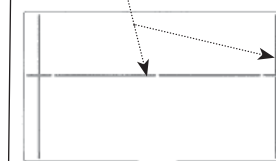

Fig. 9
- b. If additional space is required for devices greater than 1.7"(43 mm) in depth but not exceeding 2.9"(73 mm) depth attach (6) standoffs (b1) to mounting bracket (f). Depths measured from device mounting surfaces.
- c. Insert divider (b) between power side and data side. For 50/50 (Fig. 6) combinations insert divider tab into slot (c), Fig. 8. For 60/40 combinations (Fig. 7), break off ends of the divider along scores (See Fig. 9) and insert into slot (d), Fig. 8. For shallow depth applications break off top edge of divider plate.
- b. S'il faut plus d'espace pour les dispositifs de plus de 43 mm, mais n'excédant pas 73 mm de profondeur, fixer (6) éléments (b1) au support de montage (f). Calculer la profondeur à partir de la surface de montage du dispositif.
- c. Insérer le séparateur (b) entre les compartiments d'énergie et de données. Pour une répartition 50/50 (Fig. 6), insérer le séparateur dans la fente (c), Fig. 8. Pour une répartition 60/40 (Fig. 7), casser les extrémités du séparateur le long des marques (consulter la Fig. 9) puis insérer dans la fente (d), Fig. 8.